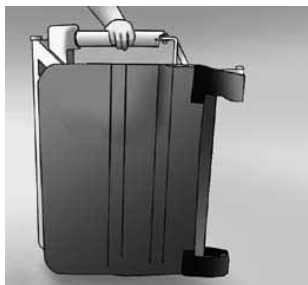

Bild 1.
- Packa upp sängryggstödet ur kartongen och ställ det på golvet enligt **bild 1**.